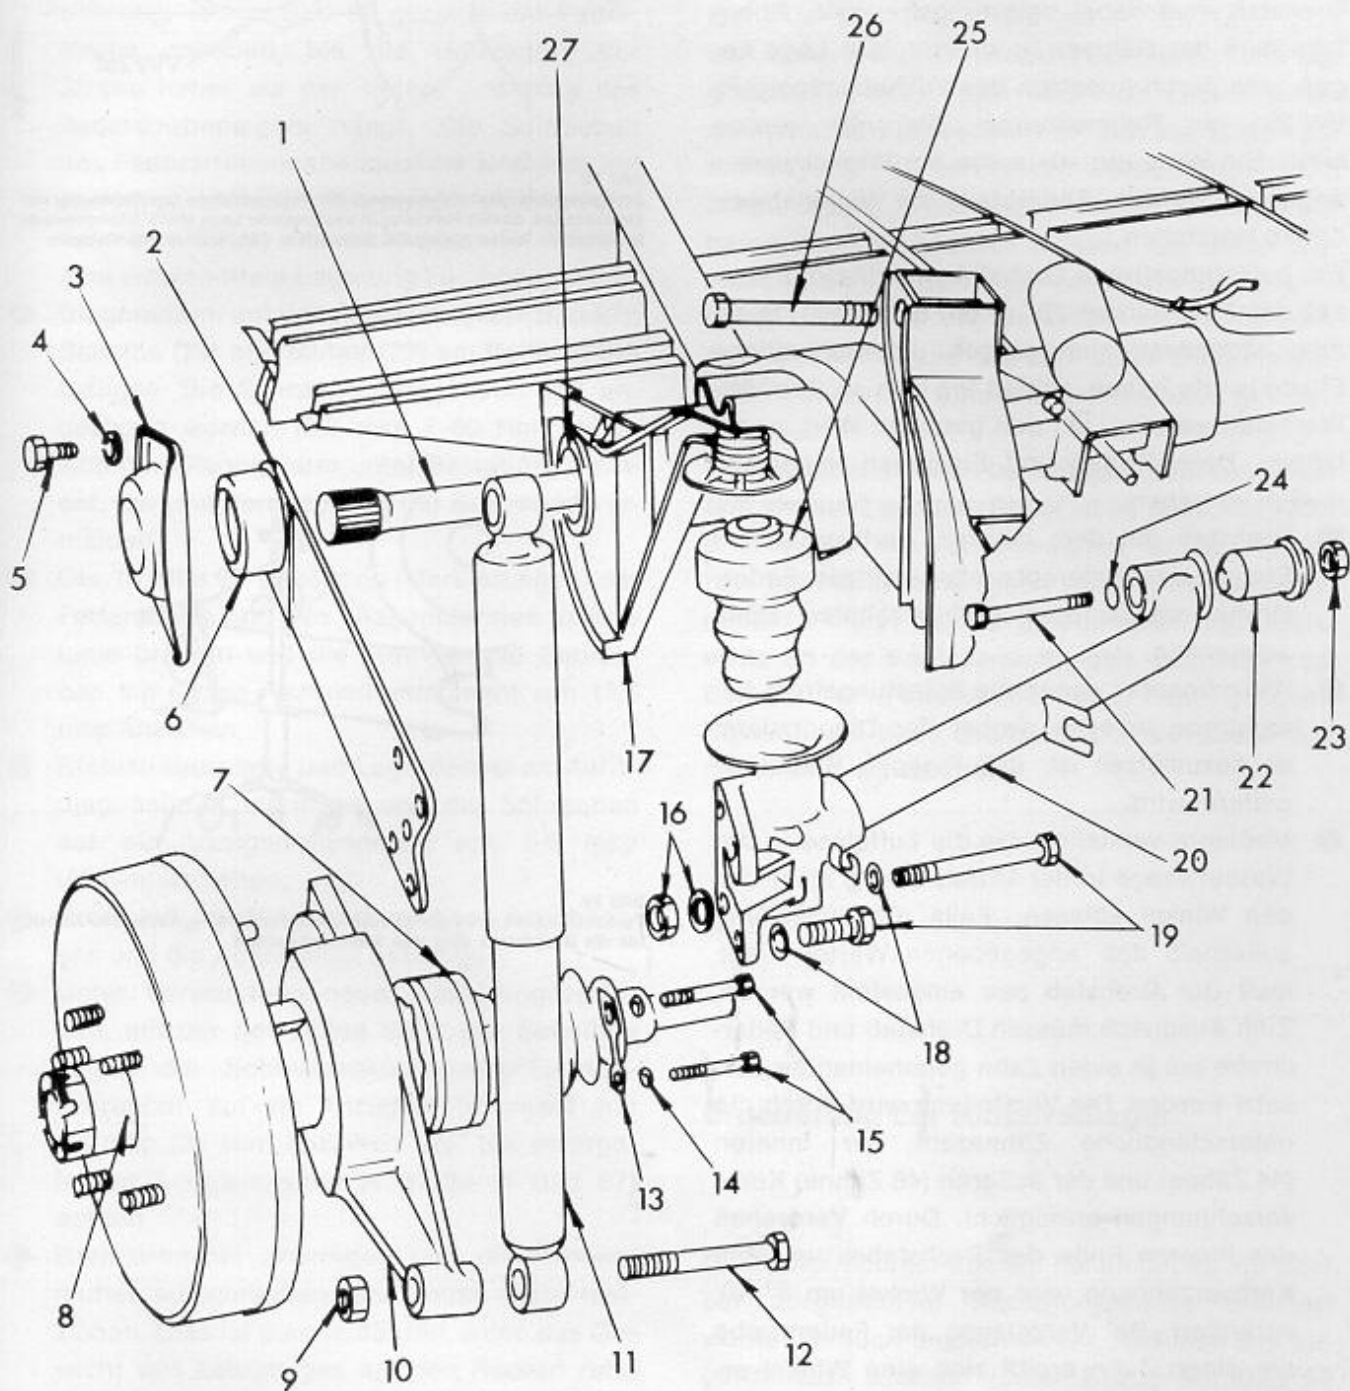

Bild 97
- Kerbverzahnungen der Drehstäbe mit Mehrzweckfett einschmieren und die innere und äußere Büchse («6» und «27» in Bild 97) mit Talkumpulver einreiben. Büchsen nicht mit Graphitpulver einschmieren, wie es manchmal angenommen wird. Dies würde ein Drehen der Federstrebe in den Büchsen verursachen und kann zu schnellem Verschleiß führen. Ebenfalls kein Fett an die Büchsen schmieren.
- Drehstab in die Innenverzahnung einschieben und die Federstrebe und die äußere Büchse (aufgeschoben wie in Bild 97 gezeigt) montieren.
- Nach dem Einstellen der Drehstäbe den Deckel («3», Bild 97) der Federstrebenlagerung befestigen. Da der Deckel durch die darunter befindliche Büchse unter Spannung kommt, sind zwei längere Schrauben zu verwenden, die man an gegenüberliegenden Stellen einsetzt. Deckel heranziehen, bis man die beiden anderen Schrauben einsetzen und die beiden langen Schrauben durch die beiden kurzen Schrauben ersetzen kann. Schrauben auf ein Anzugsdrehmoment von 4,5 mkp (45 Nm) anziehen.
- Diagonalarm mit der Schraube («21» Bild 97), Scheibe (24) und Mutter (23) am Rahmen befestigen. Die Schraube darf jedoch erst angezogen werden (6,0 mkp / 60 Nm), wenn sich der Diagonalarm unter Belastung befindet, um eine Verspannung der Büchse zu vermeiden.
- Unter Verwendung neuer Sicherungsscheiben, mit der gewölbten Seite der Scheiben gegen die Schraubenköpfe, die Flanschschrauben auf ein Anzugsdrehmoment von 3,5 mkp (35 Nm) anziehen. Auf die untergelegten Ausgleichsbleche («13» in Bild 97) achten.
Die Hinterradlager können bei eingebautem oder bei ausgebautem Radlagergehäuse erneuert werden, jedoch empfehlen wir, daß man das Lagergehäuse ausbaut (unter Bezug auf Bild 97 und entsprechend der Anweisungen unter «Ausbau eines Drehstabes», bis das Lagergehäuse frei ist), besonders wenn man keine Spezialwerkzeuge zur Verfügung hat. Federstrebe und Diagonalarm brauchen nur gelöst zu werden, ehe man das gesamte Lagergehäuse herausnehmen kann. Folgendermaßen zerlegen: